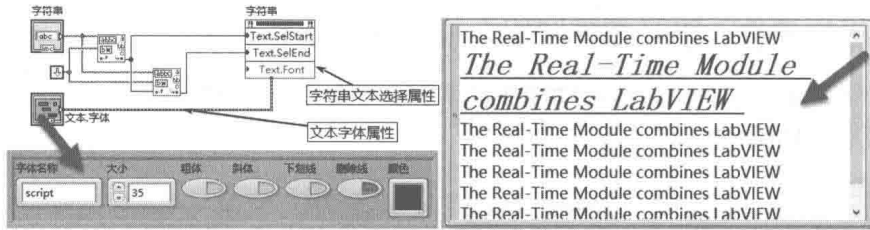

图 6-48 改变部分文本
(1) 改变程序框图部分文本的颜色和字体，如图 6-48 所示。改变部分文本的关键，是利用字符串控件文本属性中的属性节点取得选择区域，然后修改各种属性。